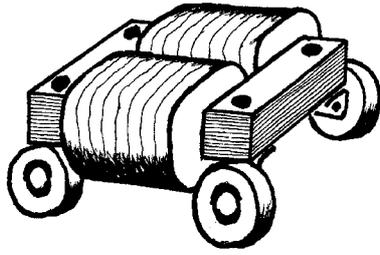

рис.5
10. Четыре колеса от детской коляски помогут сделать ваш сварочный трансформатор более мобильным (рис.5). Теперь не надо бояться, что он опрокинется.